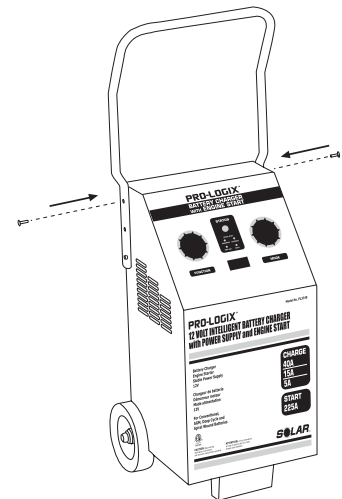

Figure 3. Fixer la Poignée
4. Positionnez la poignée de façon à ce que ses trous tombent en face de ceux du chargeur (dont vous avez retiré les vis à l'étape 2). Vissez les deux vis dans leurs trous d'origine (figure 3). Serrez les quatre vis de la poignée pour la fixer en place.